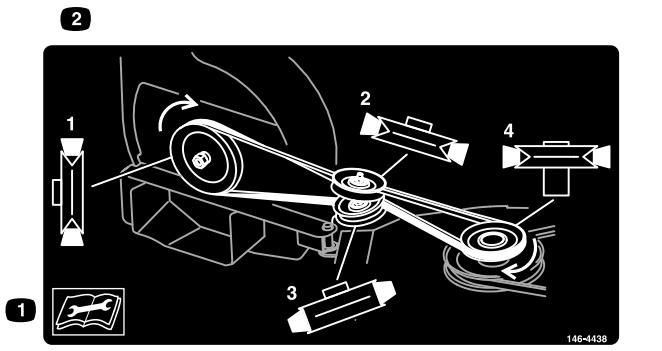

Figura 27
- Installate la cinghia attorno al soffiatore e le pulegge tendicinghia, come illustrato nella Figura 27. Collocate la cinghia nella scanalatura a V della puleggia del soffiatore. Tenete tesa la cinghia e ruotate la puleggia lentamente a mano.